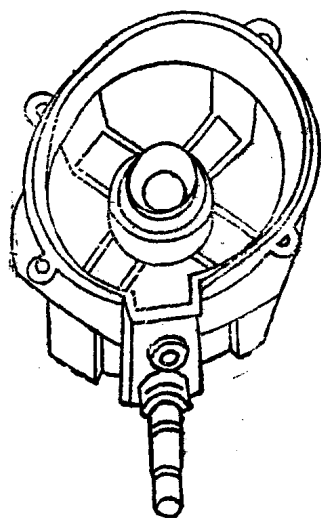
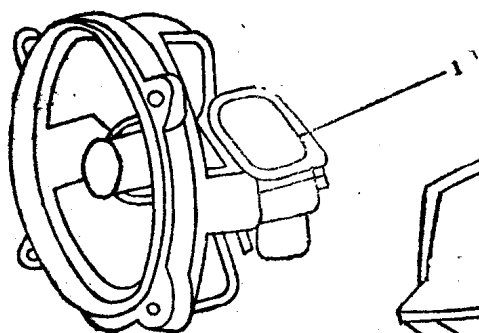

图 1-15 前端盖
图 1-16 后端盖
3. 端盖 它的作用是固定定子、支承转子，使转子外圆和定子内圆保持一固定间隙。端盖分为前端盖两部分，内部装有含油轴承，支承转子。后端盖内安装(或自成一)齿轮箱。端盖通常用铝压铸而成。前端盖和后端盖如图1-15和图1-16所示。